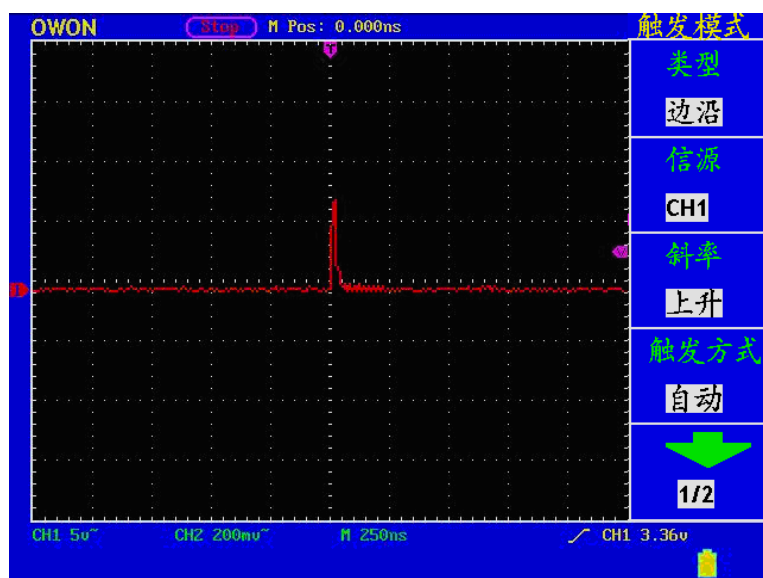

图 58： 捉单次信号
12、若屏幕上方**触发状态指示**没有显示 **Ready**，则按下 **RUN/STOP**（运行/停止）按键，启动获取。等待符合触发条件的信号出现。如果有某一信号达到设定的触发电平，即采样一次，显示在屏幕上。利用此功能可以轻易捕捉到偶然发生的事件，例如幅度较大的突发性毛刺：将触发电平设置到刚刚高于正常信号电平，按 **RUN/STOP**（运行/停止） 按键开始等待，则当毛刺生时，机器自动触发并把触发前后一段时间的波形记录下来。通过旋转面板上水平控制区域的 **水平位置** 旋钮，改变触发位置的水平位置可以得到不同长度的负延迟触发，便于观察毛刺发生之前的波形。见图 58。